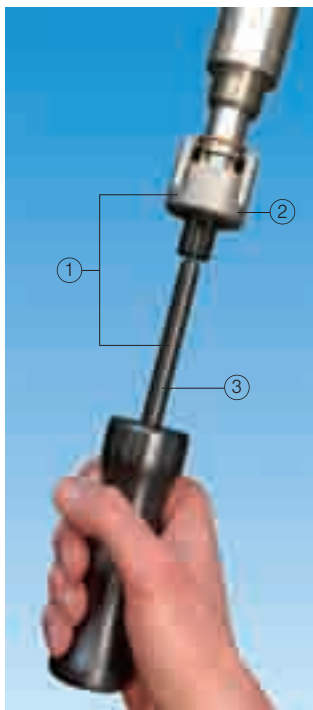

Abb. 1: Demontagehilfesatz
2. Düsenstrahlen je zur Hälfte entgegengesetzt nach außen verdreht. Dies ergibt eine Ableitung des Spritzwassers nach beiden Seiten (siehe Abb. 1).
Damit die richtige Ausrichtung des Düsenmundstücks gewährleistet ist (15° Strahlverdre- hung zur Rohr-Längsachse – siehe Abb. 1), muss der Schweißnippel auf dem Spritzrohr so positioniert werden, dass seine Zweikant-Innenflächen parallel zur Rohr-Längsachse stehen. Dies lässt sich am besten mit der als Zubehör lieferbaren Montagehilfe erzielen (Abb. 2, Bestell-Nr. 064.490.01).